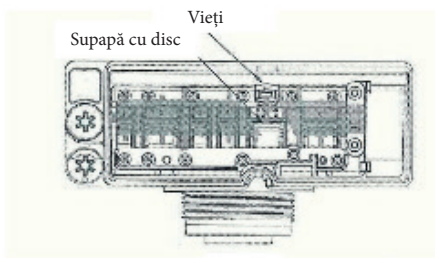

Figura 2
4. Strângeți șurubul până când intră în contact cu clapeta de bypass (consultați "Figura 2")